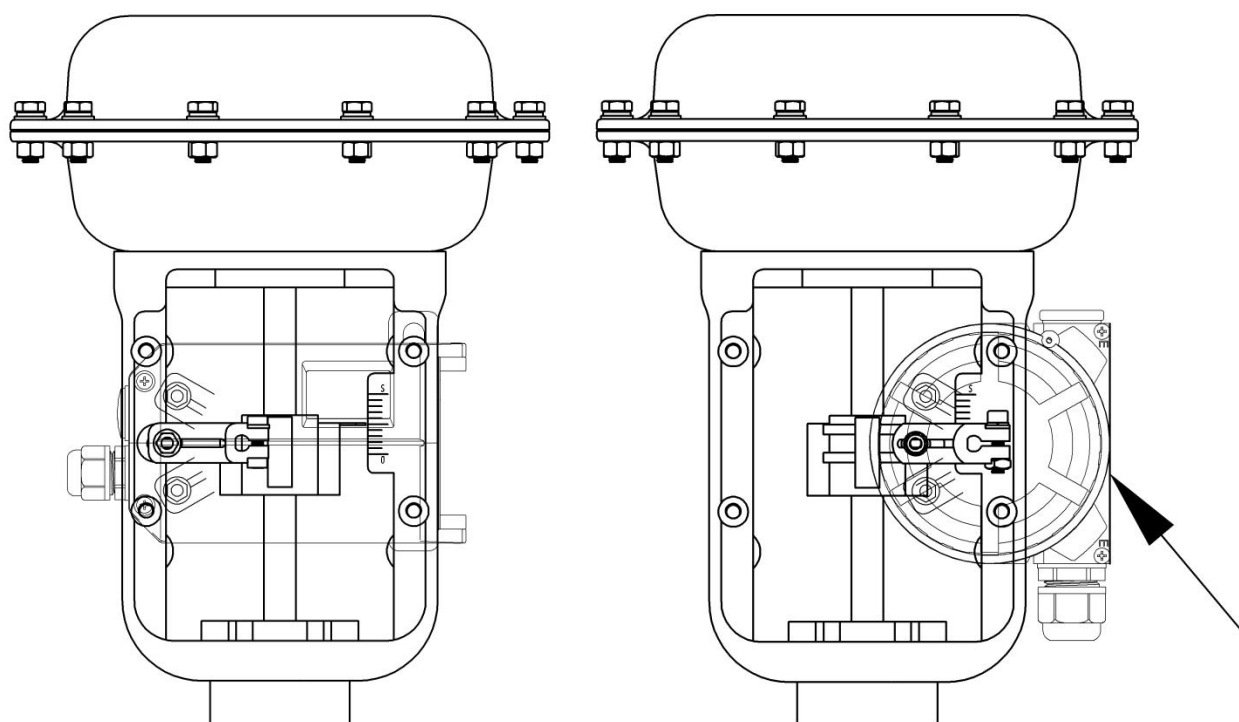
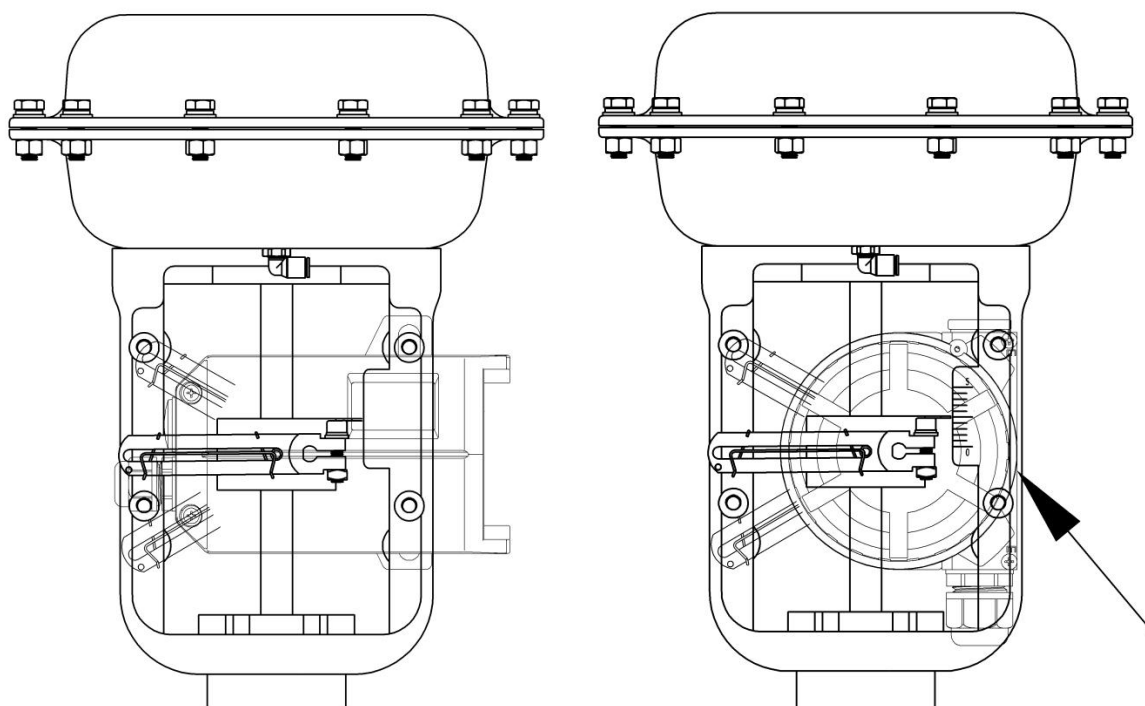

图 21. 与执行器安装（反馈杆 A）
图 22. 与执行器安装（反馈杆 B）
- 对于常规型直行程定位器，确保定位器外壳上平面和阀的主轴成直角。对于远传型直行程定位器，确保传感器壳体箭头（图 21 和图 22 右侧所示）所指平面与阀的主轴互相平行。否则会影响控制精度。最后用螺栓锁紧支架。